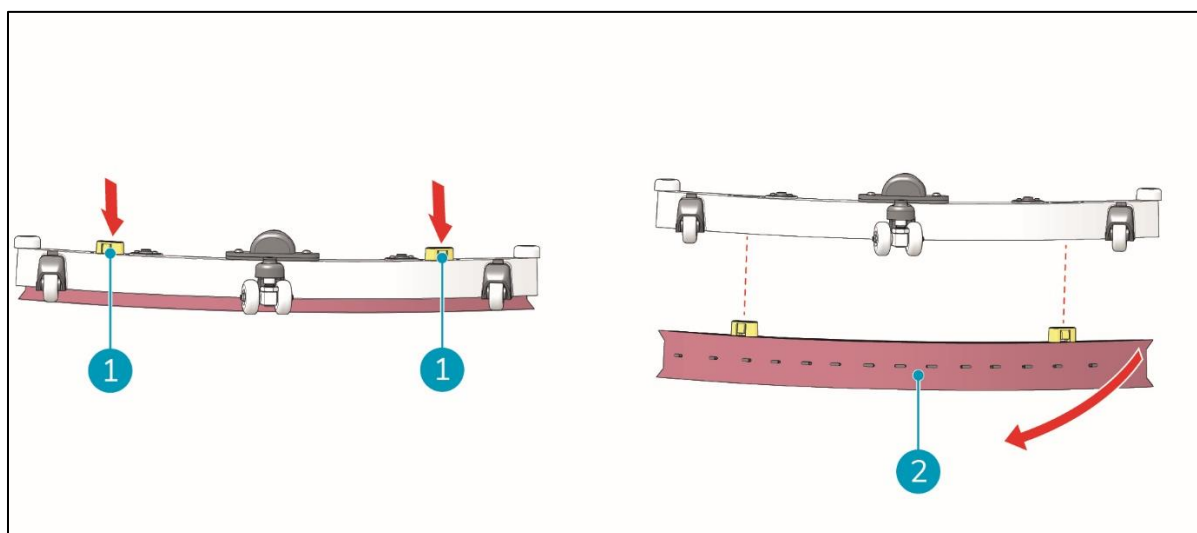

Figura 30
2. Una vez extraída la unidad de la plataforma de fregado, presione simultáneamente los dos pomos negros situados en la parte superior de la unidad de la escobilla de goma (Figura 30, pos. 1). El soporte de las hojas de la escobilla de goma se separará de la unidad de las hojas de la escobilla de goma. Ahora las hojas de la escobilla de goma están expuestas.